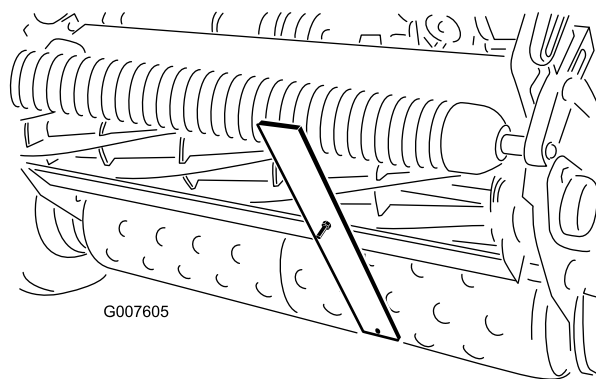

図 49
4. ゲージバーのねじの頭を下刃の先端に引っかけ、バーの後端を後ローラに当てがう図 49。